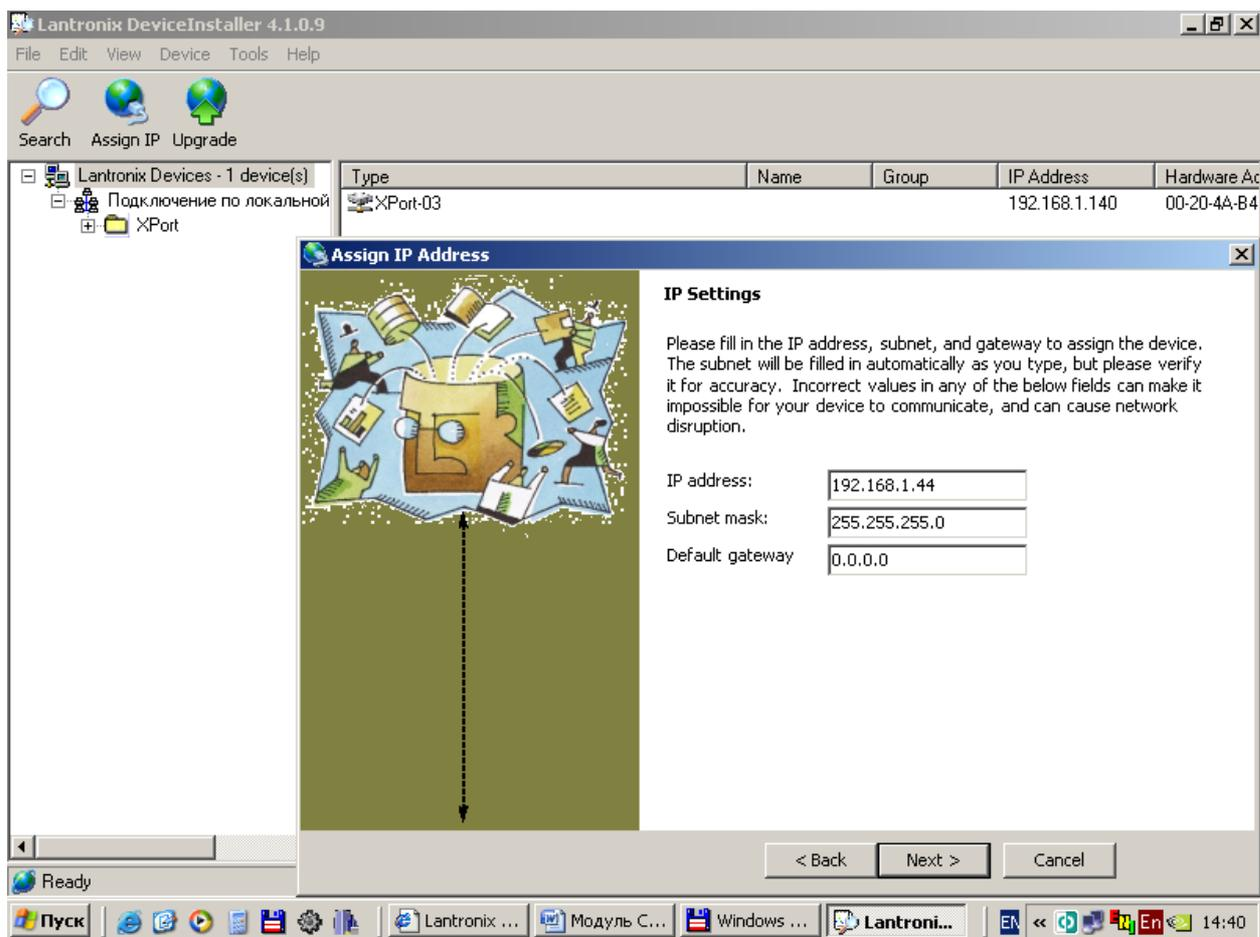

Рис. 3. Задание IP-адреса
3) В диалоговом окне «IP Settings» заполнить поля: *IP address* (задается IP-адрес модуля), *Subnet mask* (значение 255.255.255.0) и *Default Gateway* (значение 0.0.0.0) и нажать кнопку «Next» (рис. 3).